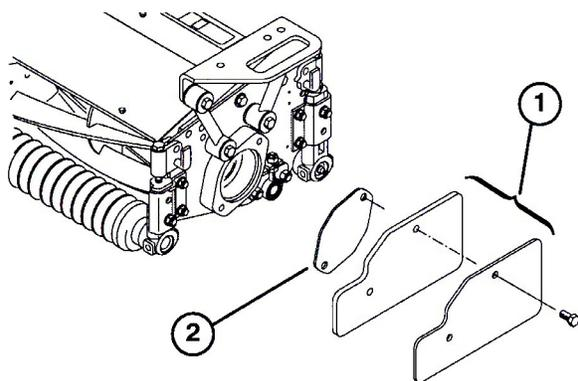
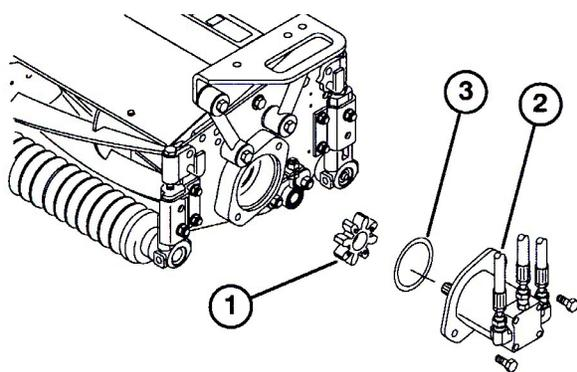

図21
図22
2. 右側カuttingユニットの内側の端からウェイトとガスケット (図21) を取る。ユニット外側のベアリング・ハウジングのプラグを抜いてそこにウェイトを取り付ける。スパイダ・カップリング (図22:ベアリング・ハウジングに入っている)を取り出す。